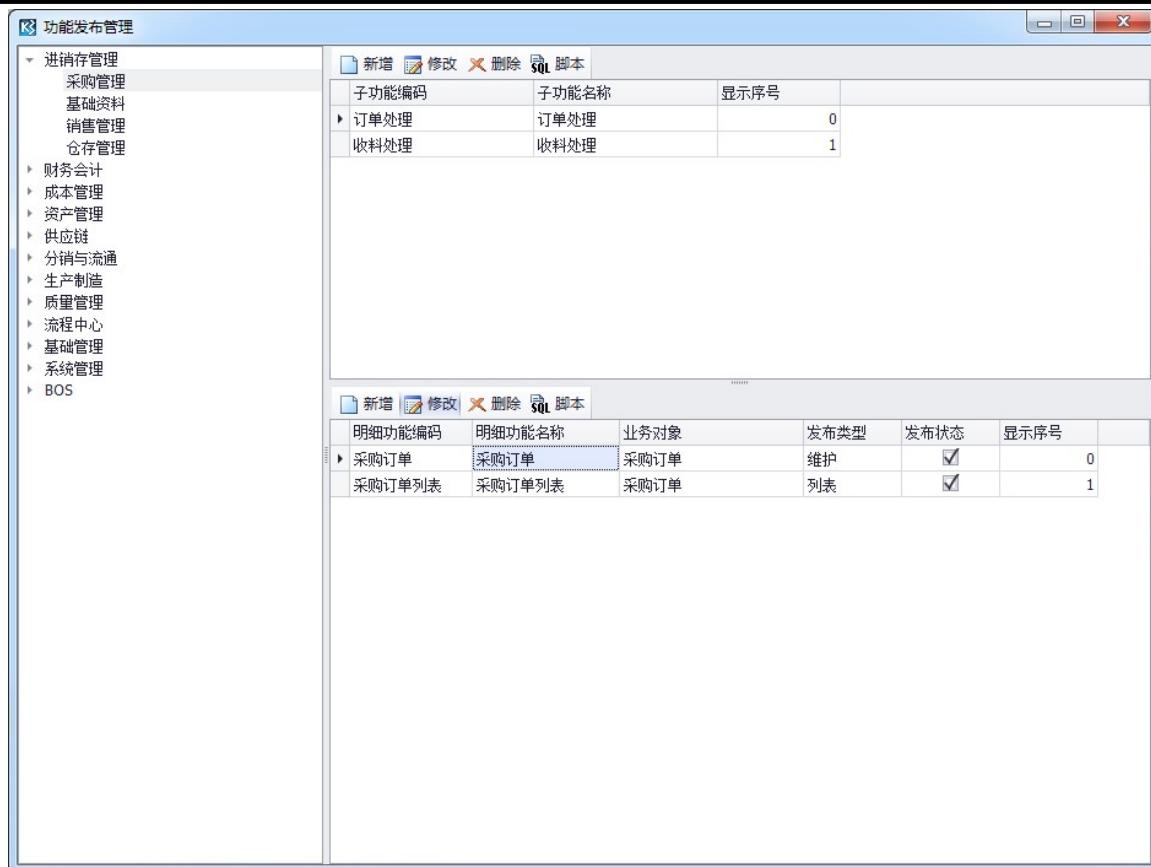
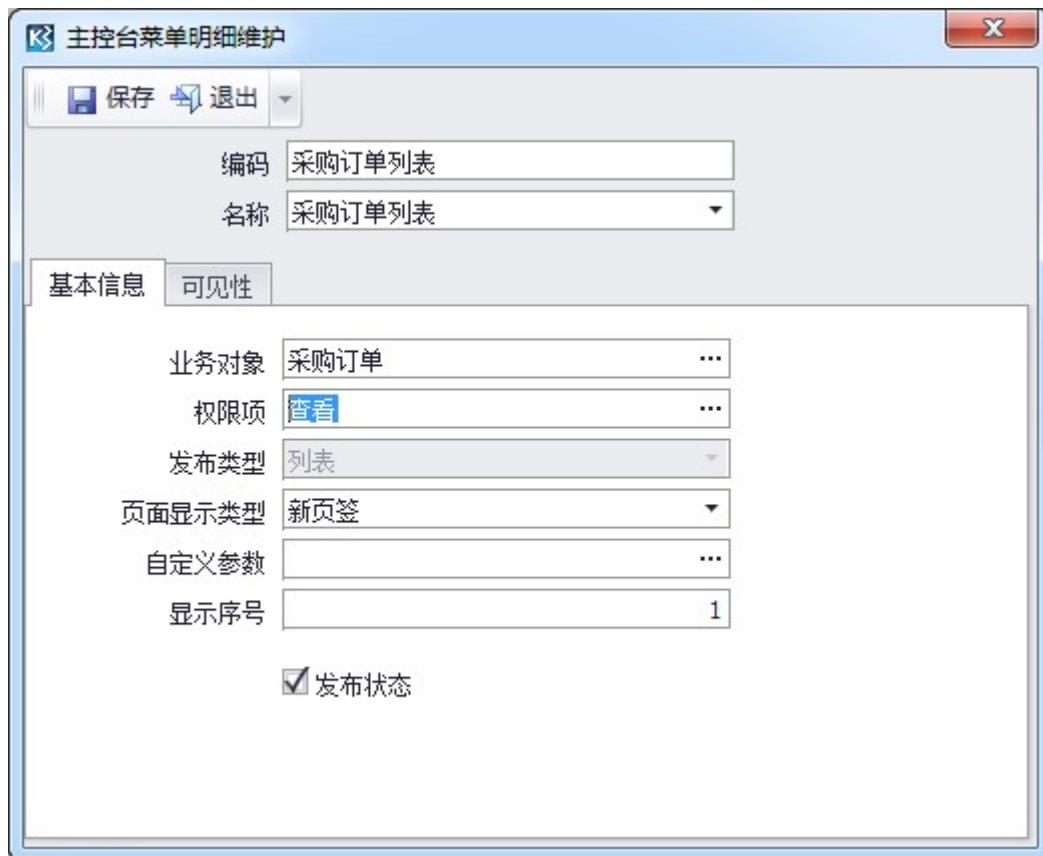

图 5-5-5 功能发布管理界面
图 5-5-6 主菜单明细维护界面
3、点击菜单栏【发布】-【发布到主控台】，打开功能发布管理界面，发布采购订单时，选择权限项为采购订单权限对象的“查看”权限项，如图 5-5-5 和图 5-5-6 所示。发布功能详细介绍请参见第七节。